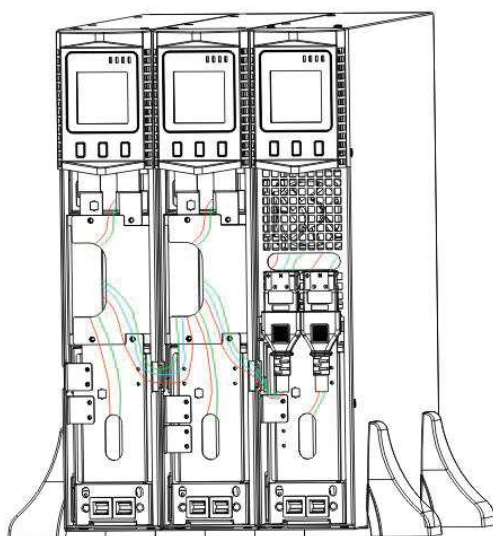

FIG.16 Installazione per UPS e box batteria
2. Installazione tra UPS e EBP può essere vista in fig.16
1. Installare la base, quindi posizionare gli UPS RT sulla base uno a uno come mostra la Fig.16